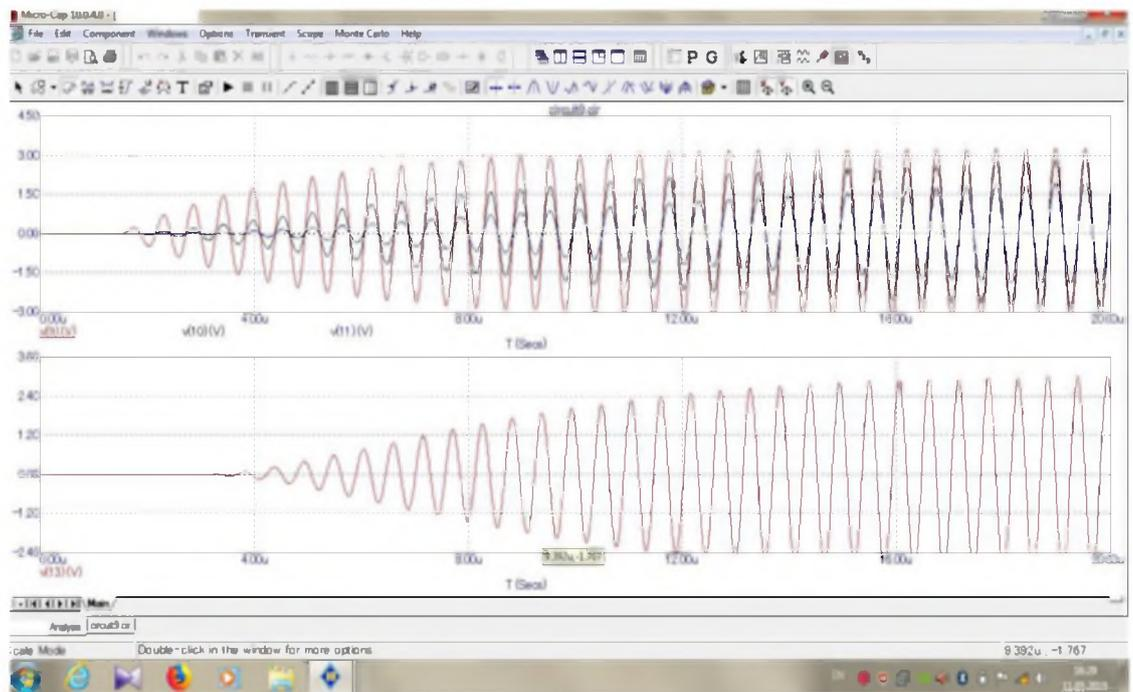

Рис.6
1. Результаты моделирования, изображенные на рис.6, возможно были получены при исследовании схем:
-рис.6;